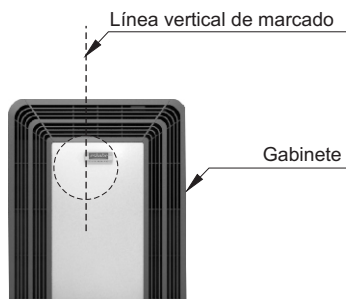

Fig. 4
- Marque sobre la pared la línea vertical que pasará por el centro del Accesorio TB (Fig. 4), tomando como referencia la distancia indicada en las figuras 1 a, 1b y 1c.